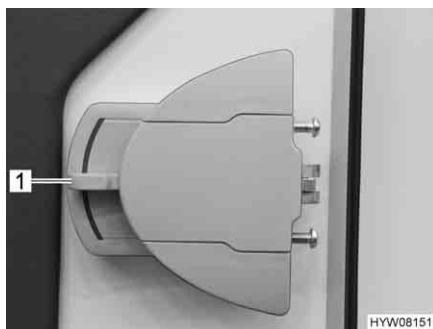

Fig. 20 Serratura della porta, lato interno
- Apertura:** ■ Premere la maniglia della porta (Fig. 20,1) verso il basso.
- Bloccaggio:** ■ Ruotare la maniglia della porta (Fig. 20,1) per circa 45° verso l'alto e lasciarla in questa posizione.